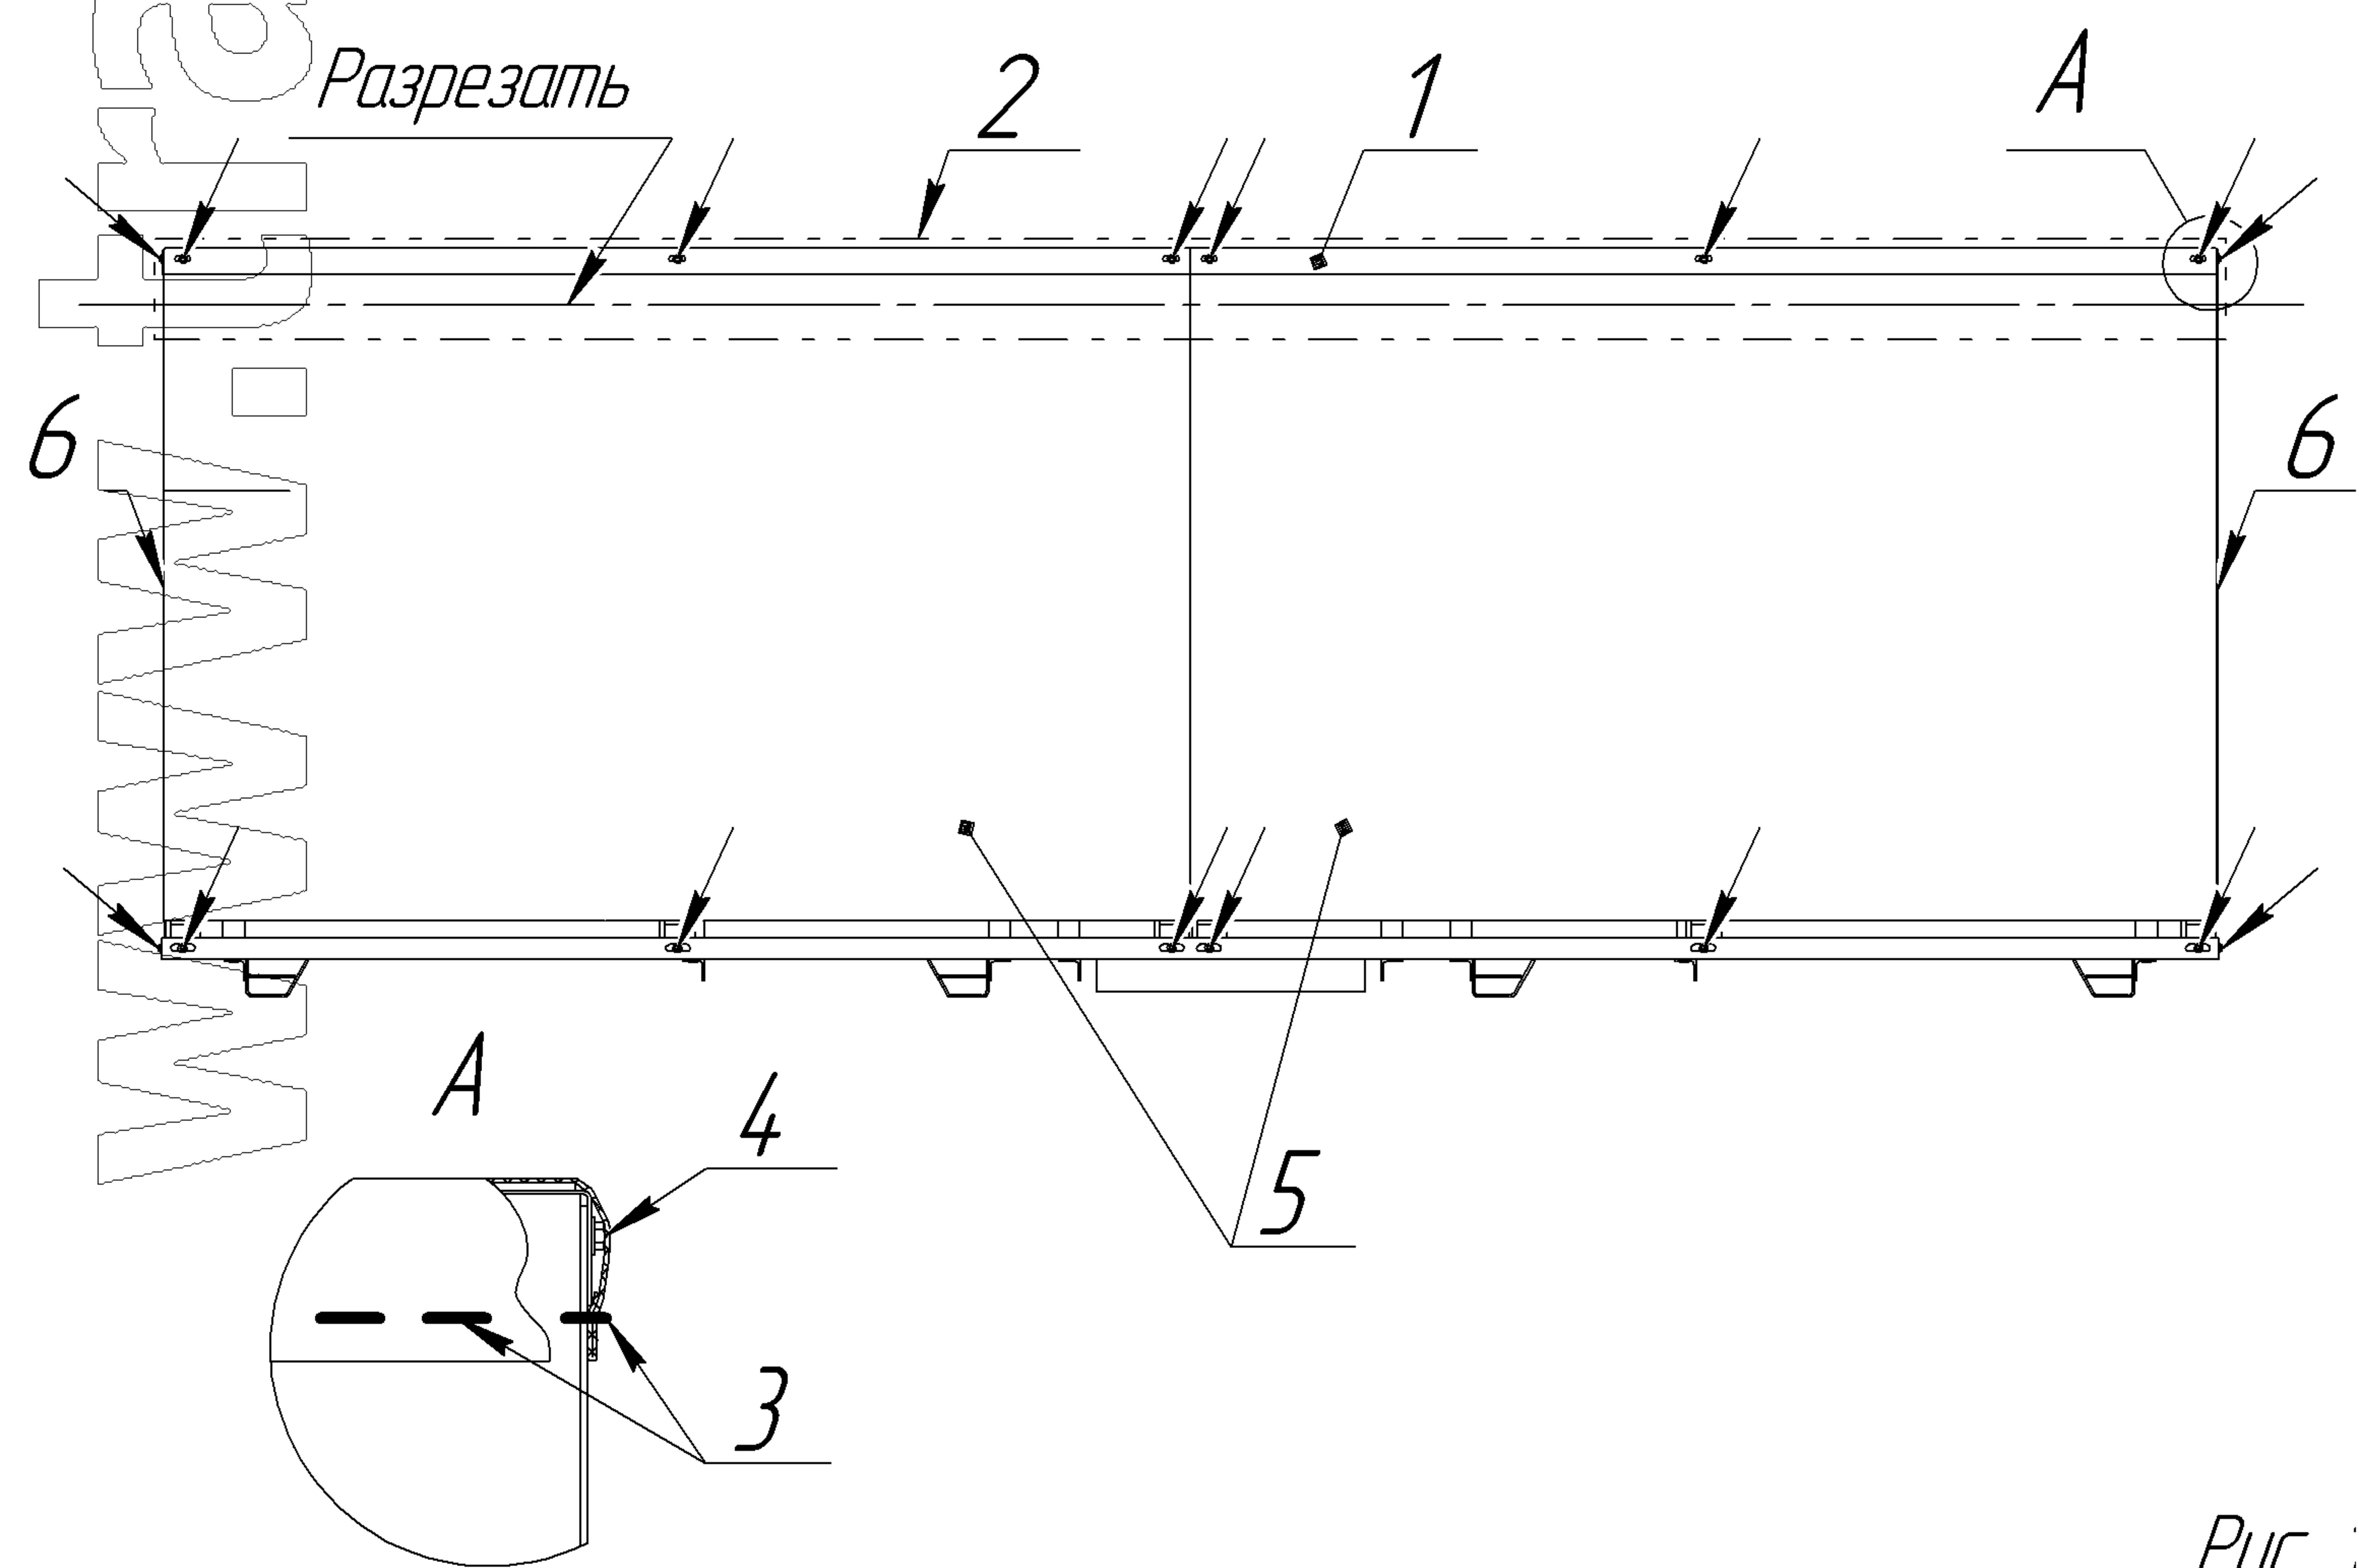

Рис. 1
- 1 Снять с крыши поз. 1 ткань поз. 2 (показана штрихпунктирной линией), оторвав ее от скоб поз. 3 или разрезав по периметру упаковки вдоль линии, указанной стрелкой (рис. 1).
- 2 Снять крышу поз. 1, открутив вверху по периметру упаковки 16 болтов M6x20 поз. 4, указанных стрелками (рис. 1).
- 3 Снять четыре боковых и два торцовых щита поз. 5, 6, открутив снизу по периметру упаковки 16 болтов M6x20 в местах, указанных стрелками (рис. 1).